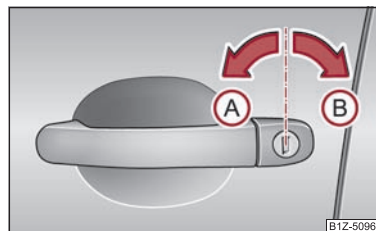

Fig. 24 Rotirea cheii pentru descuiere și încuiere
- Rotiți cheia în butucul portierei șoferului în poziție de deschidere  ⇒ fig. 24. ▶
- Rotiți cheia în încuietoria portierei șoferului în poziție de încuiere  ⇒ pagina 32, fig. 24.